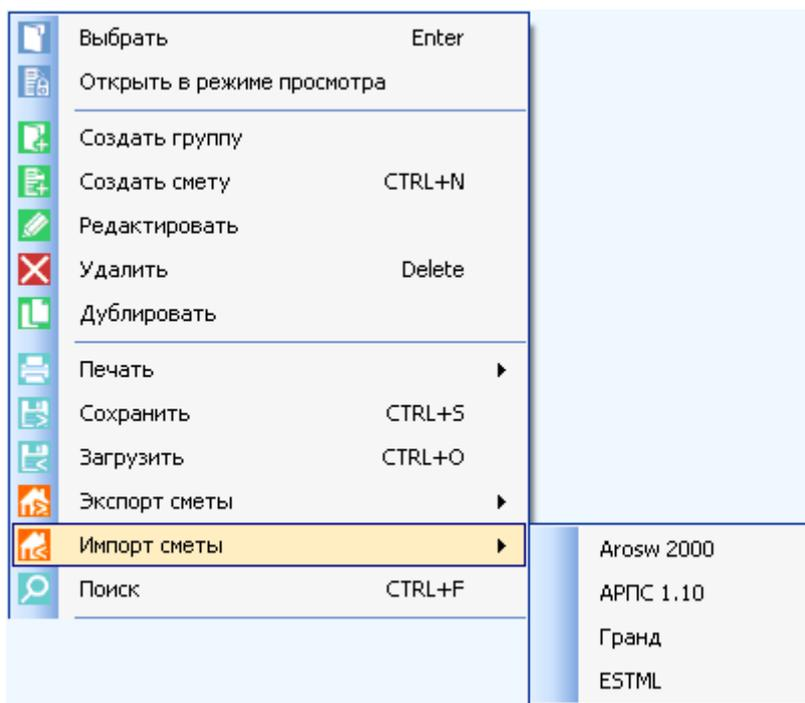

Рис.4.40 Меню «Импорт сметы»
- Находиться в окне смет, и щелкнуть правой кнопкой мыши в окне списка. Откроется контекстное меню. Из открывшегося меню выбираем **«Импорт сметы»** (рис. 4.40).